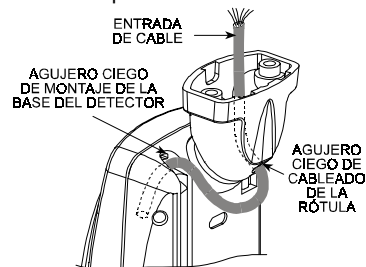

Figura 9. Pasando el cable
- H. Pase los cables a través de la rótula dentro del detector como muestra la figura 9.